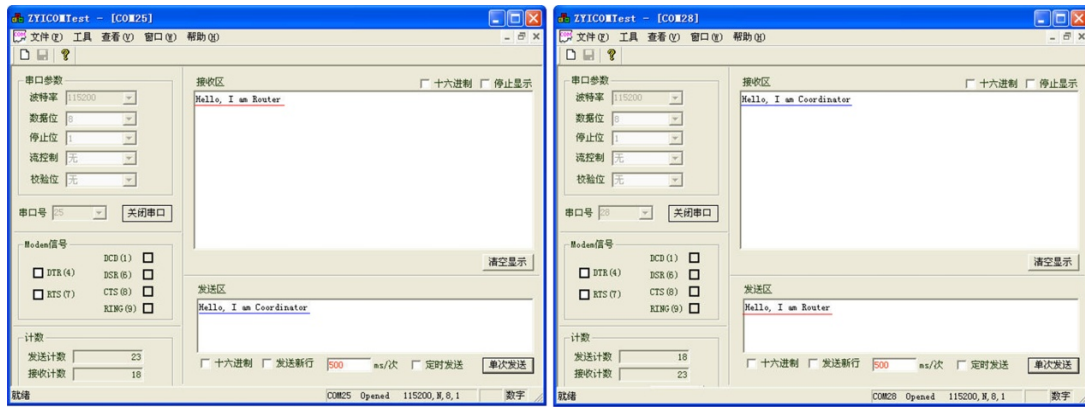

图 5.3 通讯测试
2. 配置完成后关闭配置工具，使用串口调试助手打开连接两个模块的串口，设备连接上后（LINK 管脚变为低电平），两个模块即可进行透明发送数据，如图 5.3 所示。